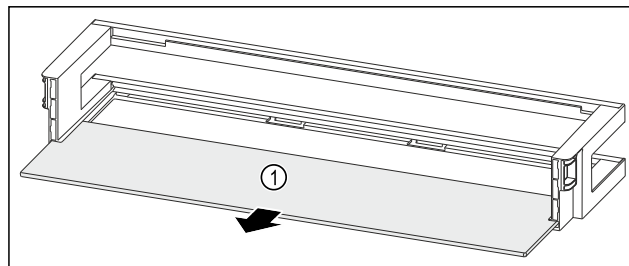

Fig. 274 Лотки на дверцятах з полицею
- Дістаньте полицю Fig. 274 (1).